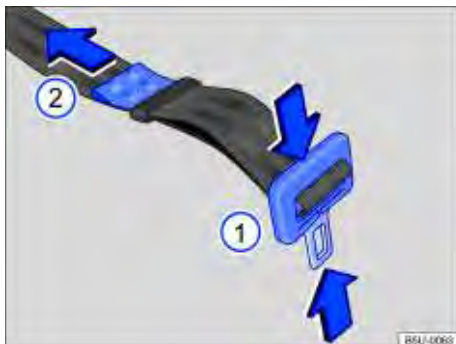

Fig. 57 Ajustar o cadarço do cinto de segurança subabdominal.
- Pressionar a lingueta na direção das setas ⇒ Fig. 57 (1) e alongar totalmente o cinto de segurança.
- Apertar a lingueta contra o fecho do cinto de segurança e puxar a extremidade ⇒ Fig. 57 (2) no sentido da seta, até atingir uma folga máxima de 5 cm (3 dedos) na região pélvica.